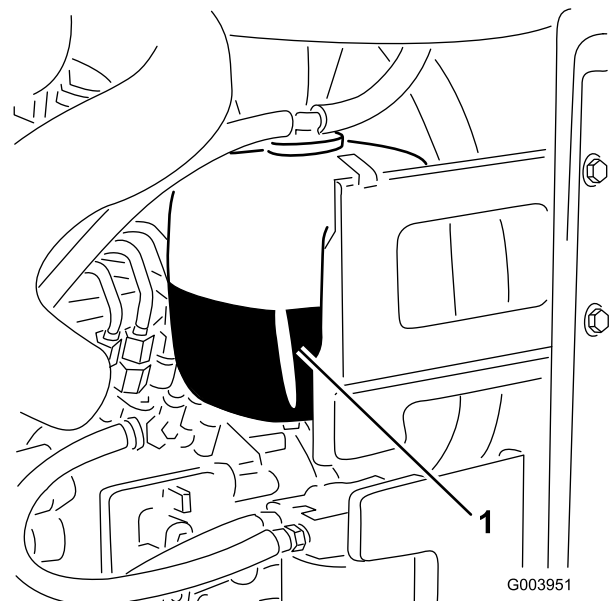

Bild 73
1. Prüfen Sie den Kühlmittelstand im Ausdehnungsgefäß (Bild 73).